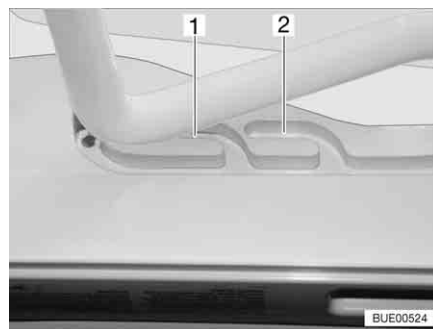
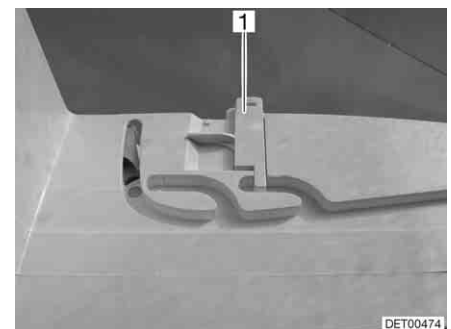

Fig. 90 Claraboya Heki en posición de ventilación
Fig. 91 Bloqueo de la posición de ventilación
La claraboya Heki se puede colocar en dos posiciones de ventilación: Posición de mal tiempo (Fig. 90,1) y posición mediana (Fig. 90,2). Según el modelo, la claraboya podrá ser bloqueada en la posición mediana con el pestillo (Fig. 91,1).
- Presionar el estribo ligeramente hacia arriba y empujarlo en la guía seleccionada (Fig. 90,1 ó 2) y, si fuera necesario, bloquearlo.